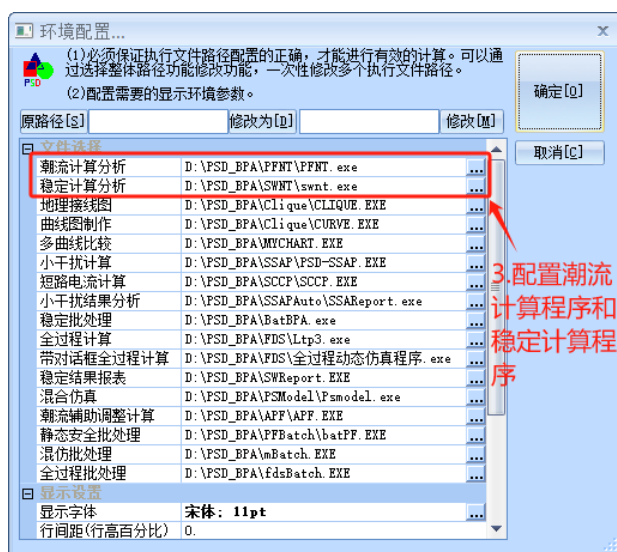

图 2 潮流和稳定计算程序配置
2) 点击菜单栏中的【环境配置】选项后，开始配置潮流计算分析程序 PFNT 和稳定计算程序 SWNT。点击【...】选择您电脑中二者程序文件.exe 对应的路径即可，如图 2 所示。